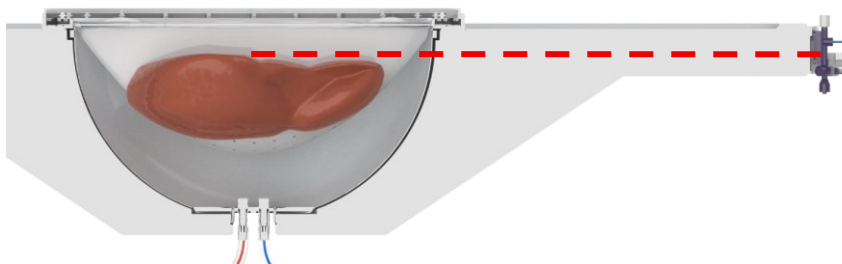

Figura 28: Înălțimea ficatului în raport cu senzorul de presiune
- Observați că ficatul este susținut de plasă și de fluidul din rezervor. Pentru a asigura o măsurare exactă a presiunii, aliniați înălțimea ficatului la senzorul de presiune, după cum se arată în Figura 28. Vârful canulei trebuie să fie la aceeași înălțime cu centrul senzorului de presiune.